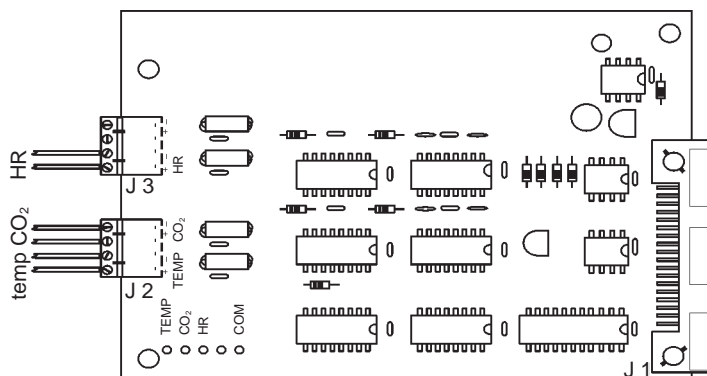

Figure 6-4. Bornes de la carte analogique
- Retirez les extrémités du conducteur et branchez-le aux bornes appropriées des connecteurs J2 de la carte analogique. Voir la Figure 6-4.